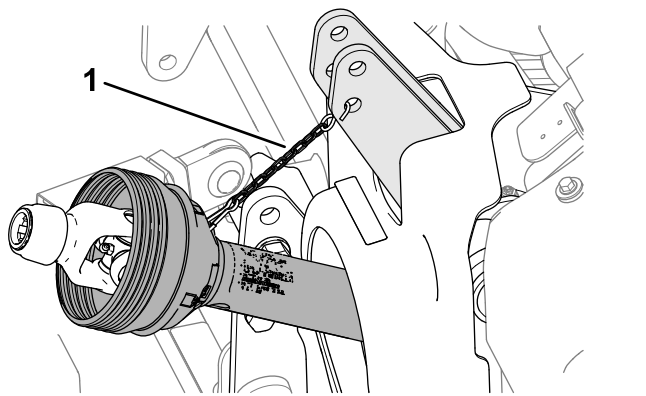

図 51
8. 安全シールドチェーンを PTO シールドと機体の間にセットして PTO 駆動シャフトを支持する 図 51)。